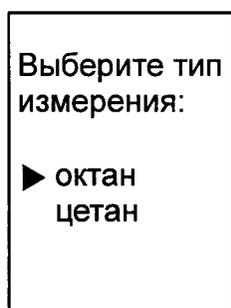

Рисунок 7 — Выбор типа измерения
- кнопками (↑, ↓) установить указатель на желаемый тип измерения (рисунок 7);
- нажать (←) для подтверждения выбора, (X) — для отмены.